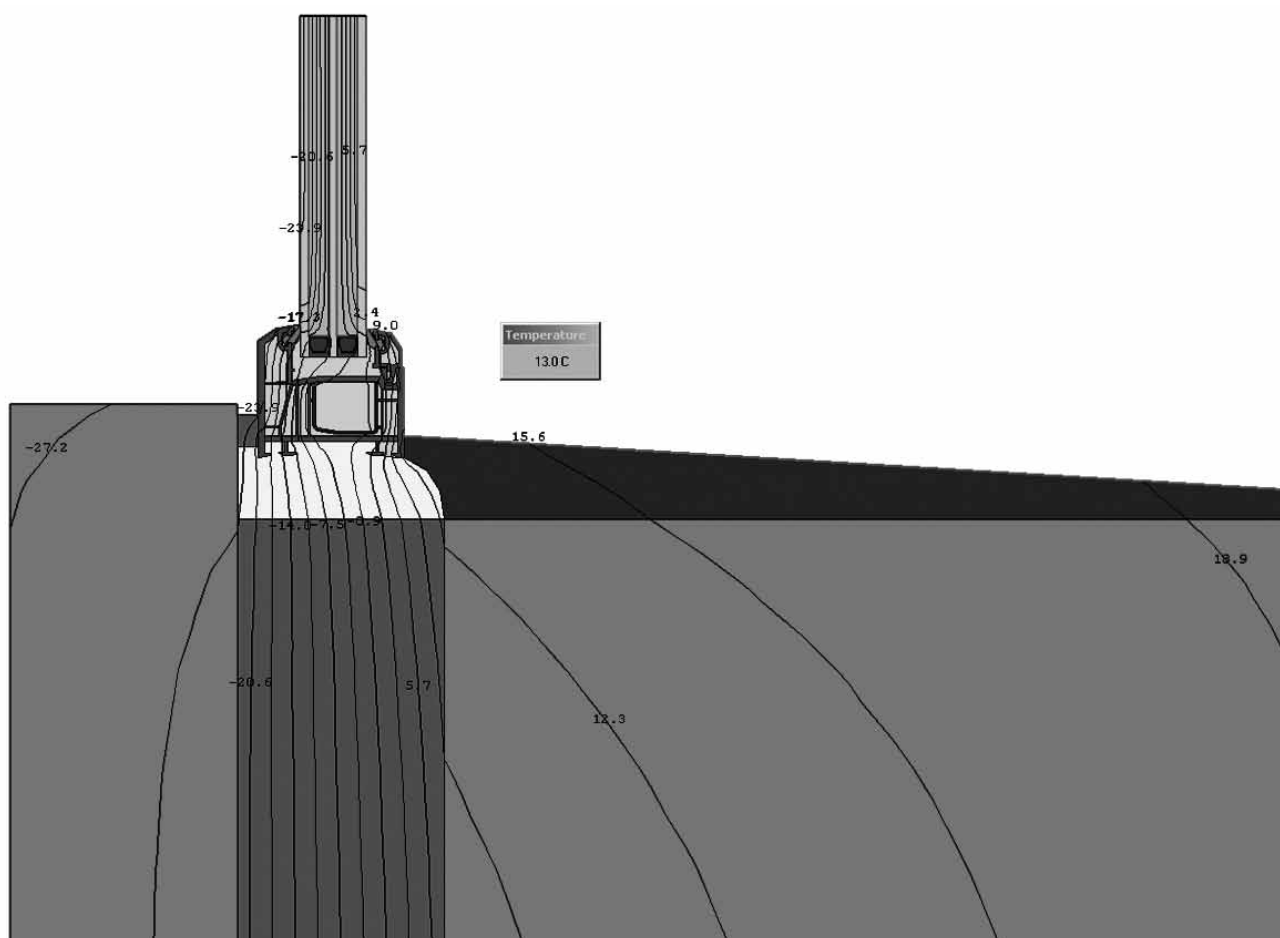

Рисунок 8
- Оптимальное место расположения оконного блока по толщине трехслойной стены, с утеплителем в качестве среднего слоя – в зоне расположения утеплителя (рисунок 8).